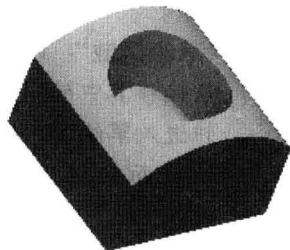

图 1.21
- (7) 单击草绘工具栏中的 按钮退出草绘器。
- (8) 修改偏移值为 20。
- (9) 单击 按钮改变偏移的方向。
- (10) 在操控板中单击“选项”按钮，选择“草绘”(Sketch)选项。
- (11) 修改拔模角度为 15。
- (12) 单击鼠标中键，模型如图 1.21 所示。